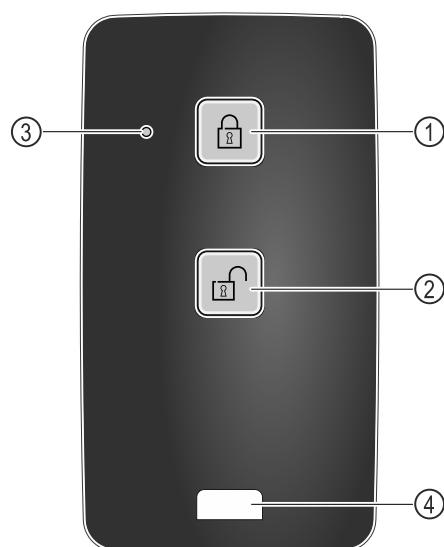

Fig. 212
- (1) Slot vergrendelen
- (2) Slot ontgrendelen
- (3) Statusled
- (4) Bevestigingssoog
- Toets Fig. 212 (1) op de afstandsbediening indrukken.
- Toets Fig. 212 (2) op de afstandsbediening indrukken.
- Statusled Fig. 212 (3) geeft bij indrukken van een toets een optische terugmelding.
- Oog Fig. 212 (4) voor de bevestiging van de afstandsbediening, bijvoorbeeld aan een sleutelbos.